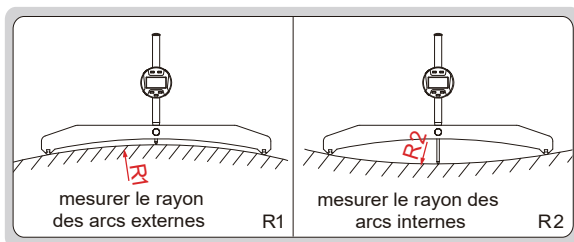
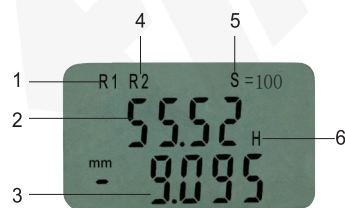

fig.1
fig.2
1. Mesurez le rayon des arcs internes ou externes (fig. 1) ; l'affichage est celui de la fig. 2.